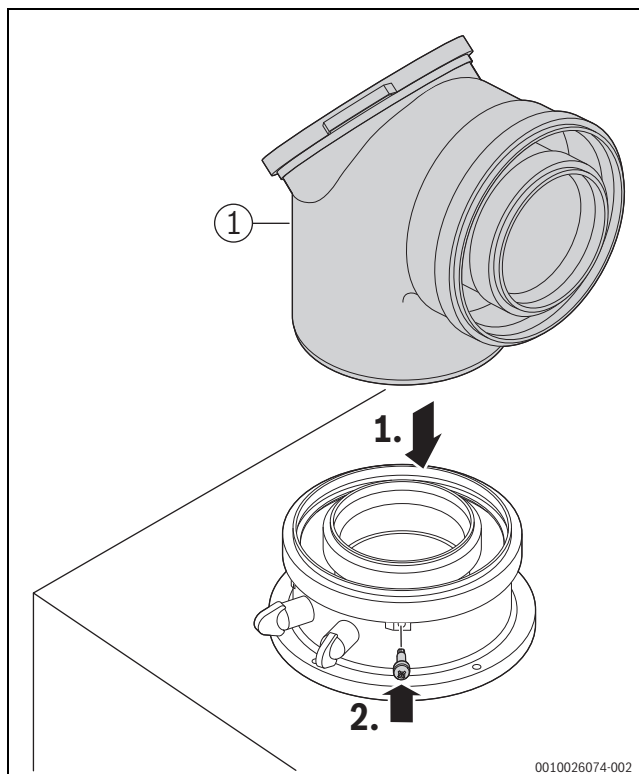

Fig. 37 Insérer les accessoires de fumisterie et fixer avec une vis.
- Raccorder les accessoires de fumisterie (→ fig. 37, [1]). Respecter pour cela la notice d'installation des accessoires de fumisterie.